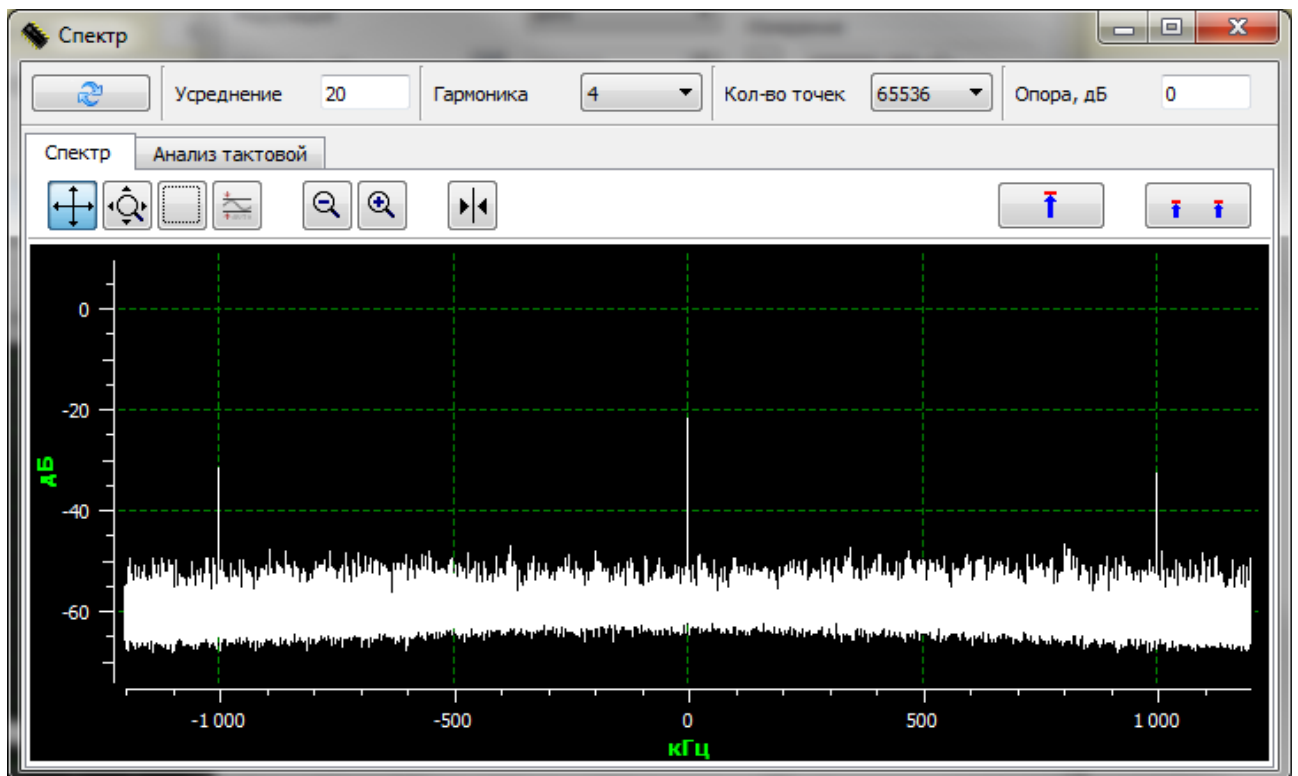

Рис. 30
– «Спектр» - открывает окно просмотра комплексного спектра сигнала (рис. 30).